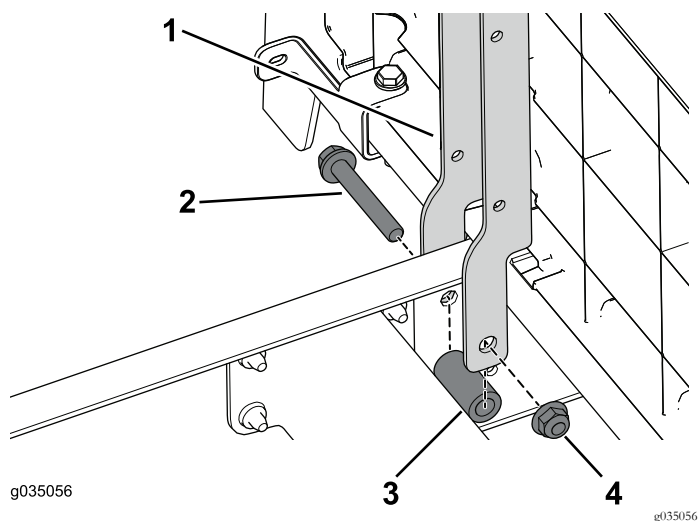

Figura 92
1. Utilize os dois parafusos (3/8 x 2 1/2 pol.), espaçadores e porcas flangeadas para prender os suportes do banco esquerdo e direito na secção dianteira da máquina (Figura 92).